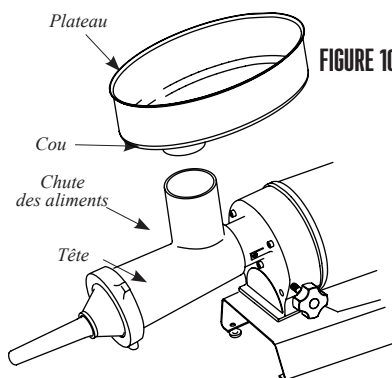

FIGURE 10
6. Insérer le col du plateau dans la chute d'aliments (**FIGURE 10**).
7. NE JAMAIS utiliser le hachoir sans le plateau bien fixé (**FIGURE 10**).